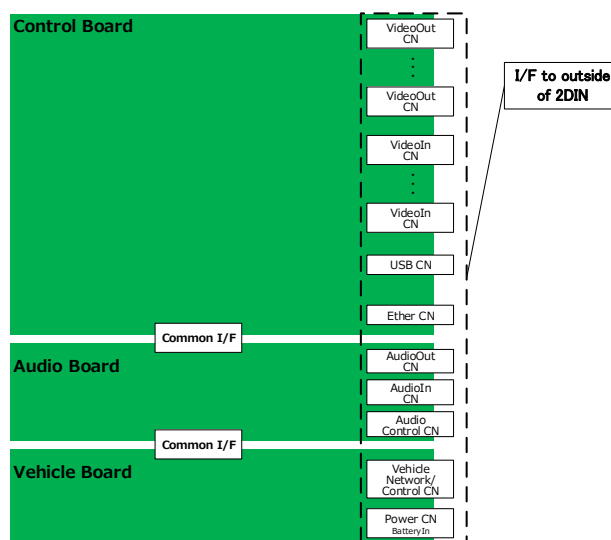

Figure 1 基板構成
- 基板は Figure 1 に示すように Control Board、Audio Board、Vehicle Board の 3 層構造とすること。
The boards must be 3-layer structure of Control Board, Audio Board and Vehicle Board as shown in Figure 1.